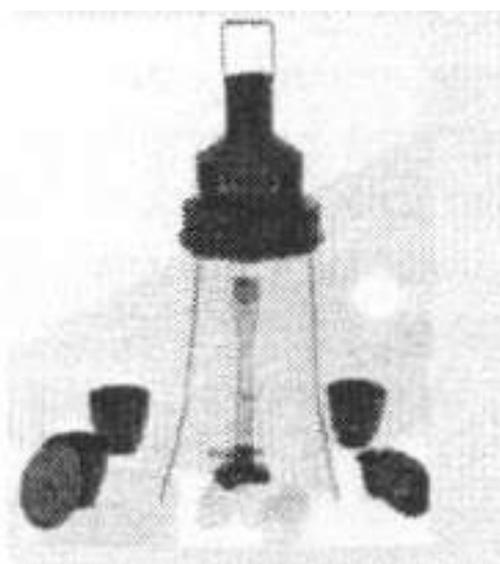

Рисунок 15 – Аппарат ТЛ – ПХП
**15. Аппарат для определения** коксуемости нефтепродуктов по Конрадсону ГОСТ 19932-74, IS06615, ASTM D189 (рис.15).